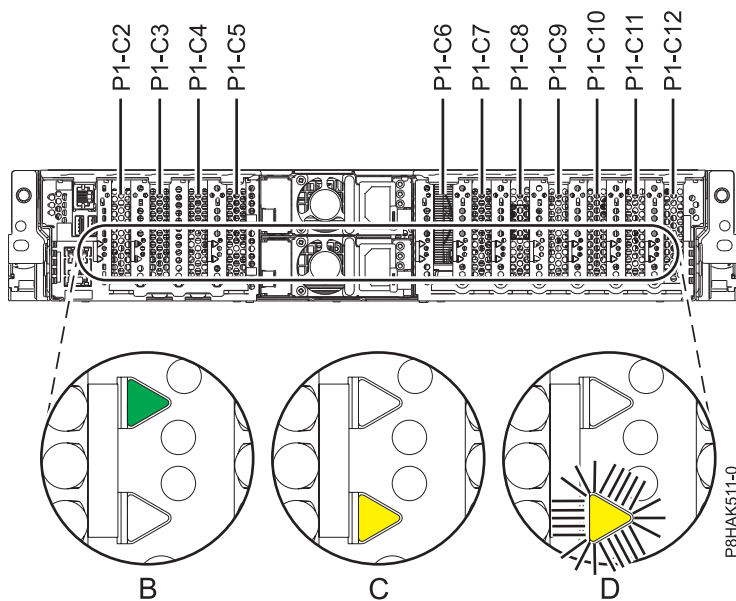

図 14. 5148-21L、5148-22L、 8247-21L、8247-22L、8284-21A、または 8284-22A システムの PCIe アダプター・スロットの位置および LED の位置
障害が発生した PCIe アダプターを保守する場合は、障害が発生した PCIe アダプターの、明滅しているオレンジ色の LED (障害が発生した部品を識別するステップで、明滅するよう設定したもの) を見つけます。LED の状態については、28 ページの図 14 を参照してください。28 ページの図 14 の (D) に示されているように、障害のある PCIe アダプターのオレンジ色の LED は明滅になっていることに注意してください。
重要: PCIe アダプターが正常に作動している場合、28 ページの図 14 の (B) に示されているように、活動 LED はオン (緑色) でオレンジ色のエラー LED はオフです。動作中の PCIe アダプターを取り外そうとはなりません。